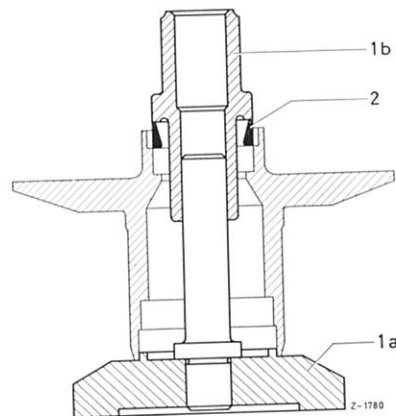

Bild 33-5/5
16 Außenringe (2) und (3) der Kegelrollenlager in die Vorderradnabe mit der Vorrichtung (1) einpressen (Bild 33-5/5 und 6).